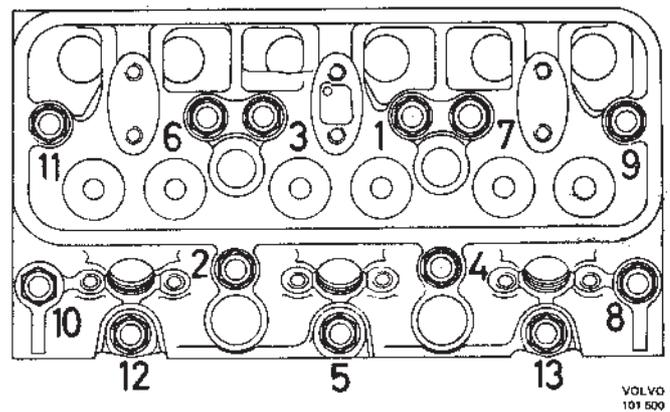
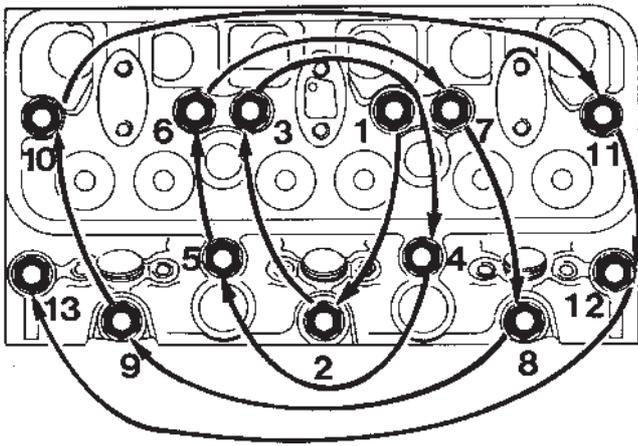

Fig. 49. Schéma de serrage, série 60
Fig. 50. Schéma de serrage, série 70
6. Serrer les vis de culasse par étapes suivant le schéma de serrage, figure 49 pour la série 60 et figure 50 pour la série 70. Un serrage angulaire est aussi nécessaire pour la série 70.